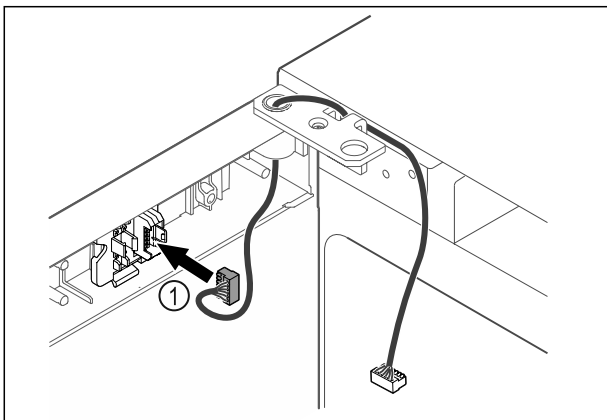

Fig. 42
- ▶ Utakните utikač Fig. 42 (1) u držač utikača.